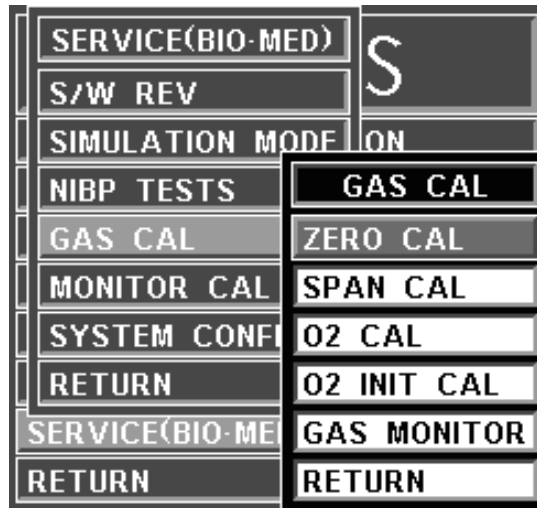

Figure 3-16. GAS CAL Menu
- (d) **GAS CAL.** Selecting this menu option will bring up the **GAS CAL** Menu (See Figure 3-16).